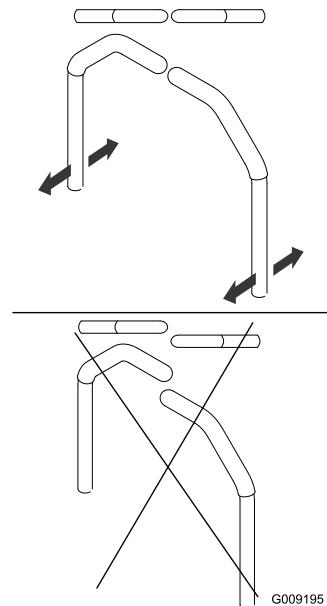

Figura 66
4. Allineate le leve longitudinalmente portandole assieme in FOLLE, fatele scorrere finché non sono allineate e serrate i bulloni (Figura 66).